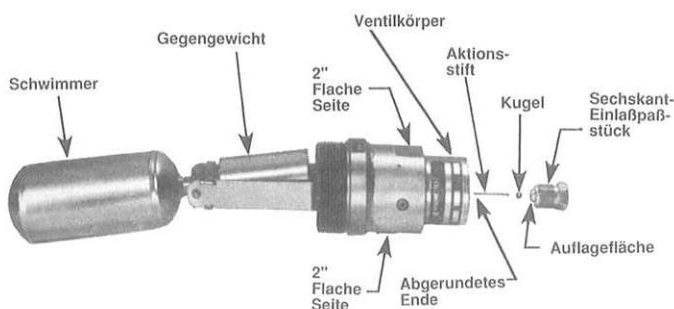

Abbildung 6
1. Das Sechskant-Einlaßpaßstück entfernen und sorgfältig die Kugel auffangen, wenn das Paßstück entfernt ist. Vergleiche **Abb. 6**.
1. Ausschließlich 2"-Schraubenschlüssel zur Installation oder Demontage des Gerätes verwenden. Vergleiche **Abb. 6**. Der Gebrauch von jeder anderen Oberfläche könnte die Kalibrierung verändern. Der Ventilkörper ist werkseitig kalibriert und an Ort und Stelle verankert.